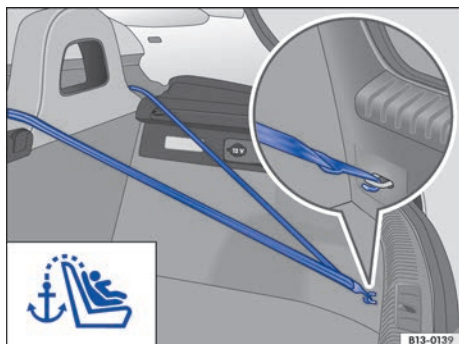

Fig. 24 En el maletero: cinturón de fijación superior enganchado.
- Enganche el cinturón de fijación superior en la argolla de amarre correspondiente del maletero → fig. 24.